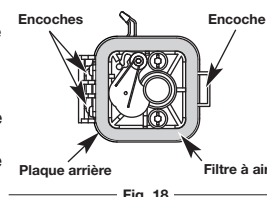

Fig. 18
2. Retirez le filtre à air (Fig. 18).
6. Remettez le filtre en place (Fig. 18).
7. Pour réinstaller le couvercle du filtre à air, positionnez les crochets sur le côté gauche du filtre à air dans les encoches sur le côté gauche de la plaque arrière (Fig. 18).